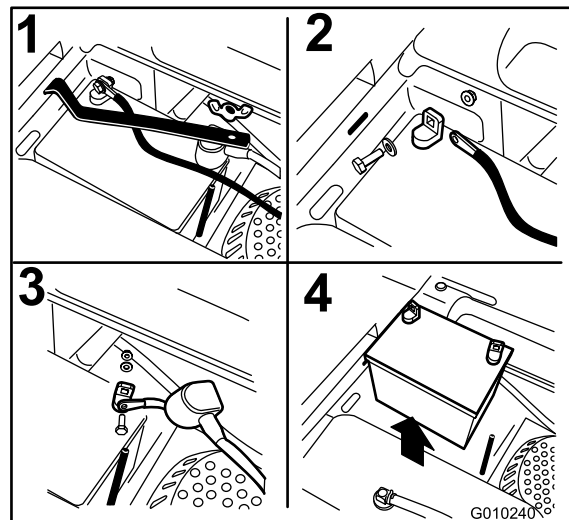

Figura 53
3. Retire la tuerca de orejeta que sujeta la abrazadera de la batería (Figura 53).
4. Retire la abrazadera (Figura 53).
5. Primero desconecte el cable negativo (negro) del borne negativo (-) (negro) de la batería (Figura 53).
6. Retire la cubierta de goma roja del borne positivo (rojo) de la batería y retire el cable positivo (+) (rojo) (Figura 53).
1. Coloque la batería en la bandeja con los bornes en el lado opuesto al depósito de combustible (Figura 53).
4. Fije los cables con 2 pernos, 2 arandelas, y 2 contratruercas (Figura 53).
6. Instale la abrazadera y sujétela con la tuerca de orejeta (Figura 53).